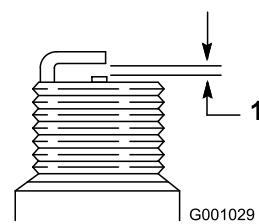

Figura 45
7. Regolate la luce tra gli elettrodi della candela nuova a 0,76 mm (Figura 45).